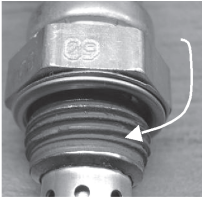
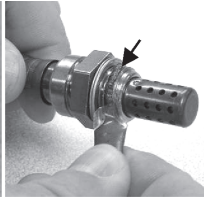

Fig. 1
Fig. 2
- Vigtigt!** Gevindet på den nye sensor kan være behandlet med et smøremiddel for at forhindre, at det sætter sig fast (Fig. 1). Ellers leveres sensoren med en lille pakke smøremiddel. Hvis den er leveret med en pakke med smøremiddel, skal du smøre det på sensorens gevind (Fig. 2), før du monterer sensoren i køretøjet.
- Viktigt!** Antikärvningsmedel kan ha applicerats på den nya sensorns gängor (fig. 1). Alternativt kan sensorgängarna vara rena och sensorn levereras med ett litet paket antikärvningsmedel. Om ett paket antikärvningsmedel ingår i leveransen ska du stryka på medlet direkt på sensorns gängor (fig. 2) innan sensorn installeras i fordonet.